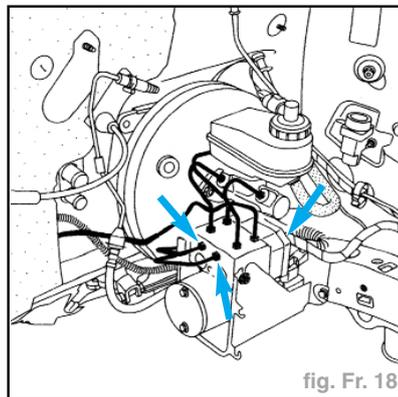

fig. Fr. 18
- les tuyaux sur la centrale hydraulique (fig. Fr. 18),